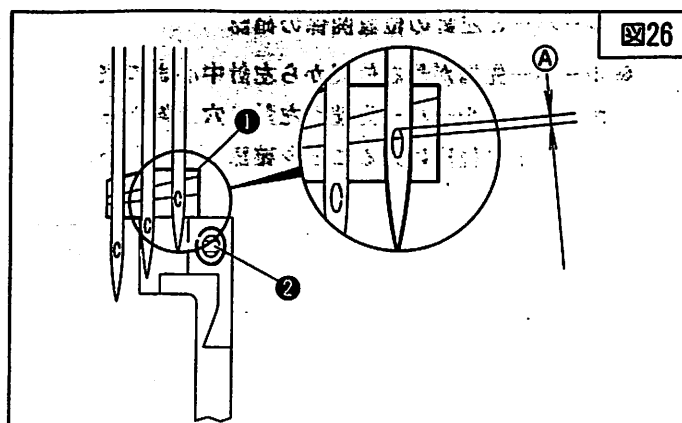

図26
【4】針受け（後）の調節（図26～28）
- (1) 針棒が最下位置のとき、図26のように針受け後①の（図示A）線が右針の目穴上端から1/3下に来るように、ネジ②を弛めて、針受け後①を上又は下に動かして調節して下さい。
- (2) ルーパー先端が最右位置から右針中心まで来たとき、
- 右針とルーパー先端との前後の隙間が0～0.05mmになるようにネジ③を弛め、針受け後①を手前又は後に動かして調節して下さい。
- (3) ルーパー先端が中針中心まで来たとき、
- 中針とルーパー先端との前後の隙間が0～0.05mmを保ったまま、中針と針受け後①が軽く接触するように、ネジ③を弛め、針受け後を左又は右に回して調節して下さい。